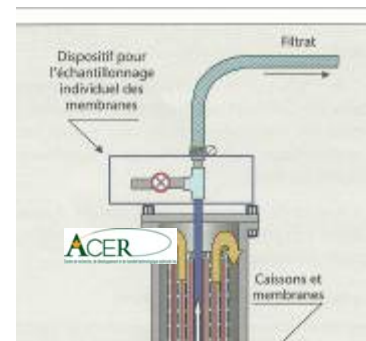

Figure 18 : Illustration d'un dispositif d'échantillonnage du filtrat d'une seule membrane.
- **prélever** environ 4 litres de filtrat dans un contenant propre en acier inoxydable, rincé trois fois avec du filtrat, qui sera bouilli et réduit à environ 200 ml (concentration de 20:1 environ); la **figure 18** illustre un dispositif pour l'échantillonnage individuel d'une membrane; on peut aussi faire l'échantillonnage pour l'ensemble des membranes en se rendant à la sortie de l'appareil;
- **prélever** près de la membrane La **figure 18** illustre un dispositif pour l'échantillonnage individuel d'une membrane. On peut aussi faire l'échantillonnage pour l'ensemble des membranes en se rendant à la sortie de l'appareil;